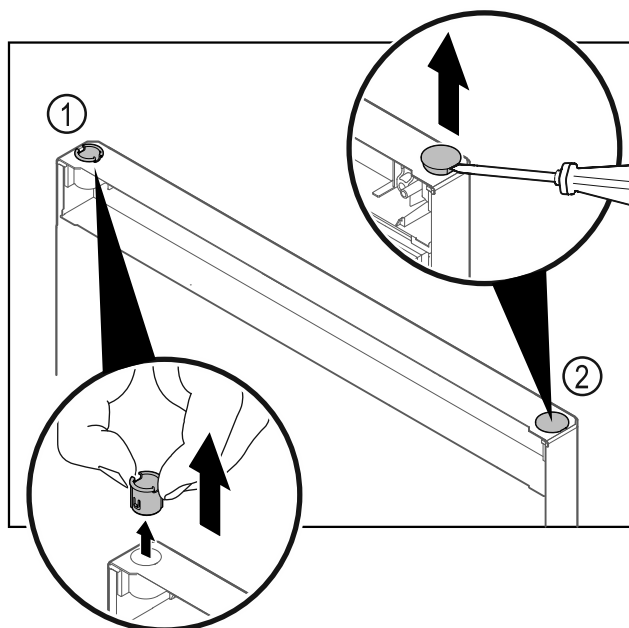

Fig. 20
- Τραβήξτε έξω την υποδοχή μεντεσέ Fig. 20 (1) με τα δάχτυλα.
- Ανασηκώστε προσεκτικά την τάπα Fig. 20 (2) με ένα ίσιο κατασαβίδι και τραβήξτε την έξω.